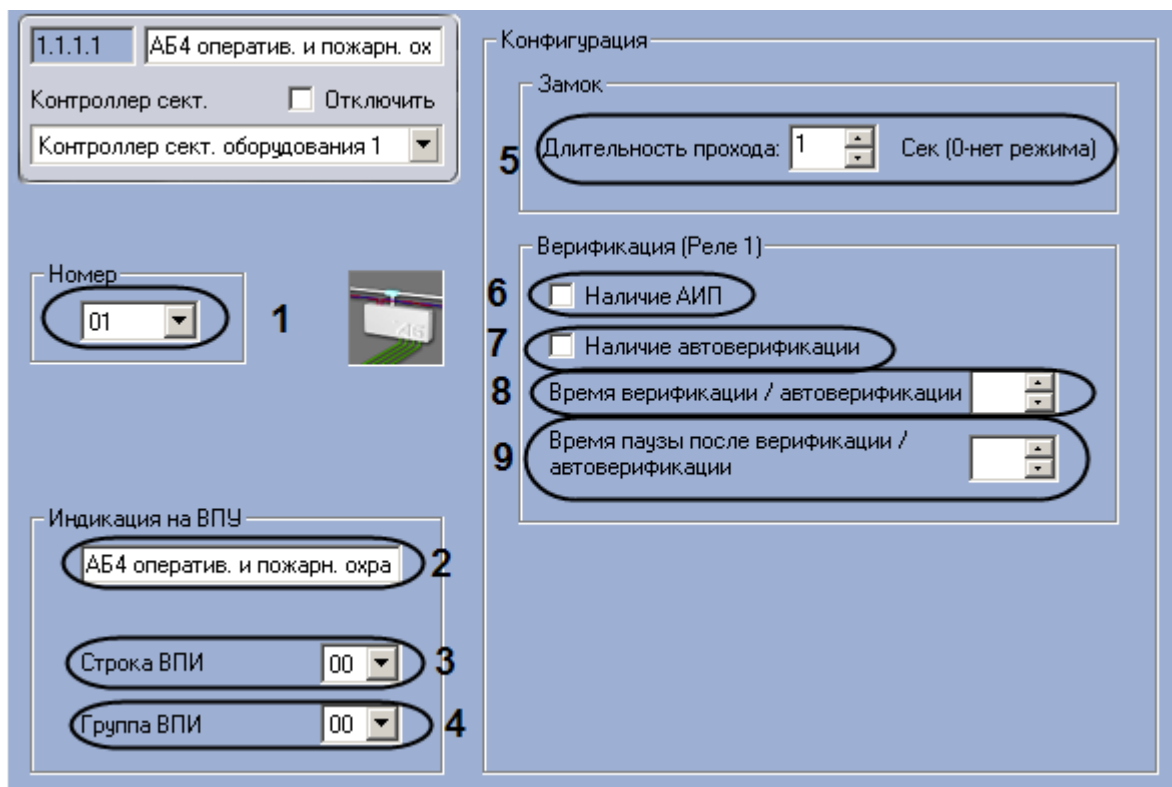

Рис. 3.7—2. Настройка конфигурации адресного блока оперативной и пожарной охраны
2. Выбрать аппаратный адрес адресного блока оперативной и пожарной охраны из раскрывающегося списка **Номер** (см. Рис. 3.7—2, 1).
3. Указать имя, которое будет иметь данный адресный блок оперативной и пожарной охраны на дисплее ВПУ, в поле **Индикация на ВПУ** (см. Рис. 3.7—2, 2).